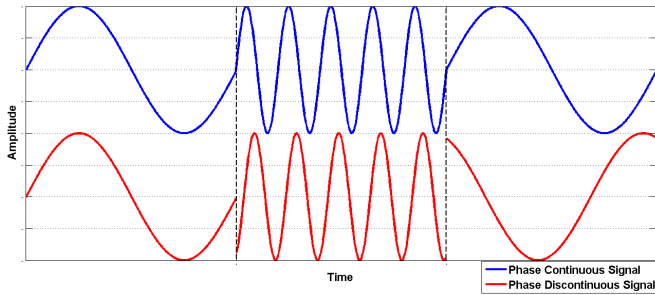

Рисунок 6: Фазово-непрерывный сигнал (синий), сигнал прерывается по фазе (красный).
**Фазово-непрерывный сигнал:** Сигнал называется непрерывным по фазе, если после переключения его частоты фаза сигнала такая же, как и до переключения. Это означает, что в точке переключения частоты нет прерывистости сигнала, пример рисунок 6.